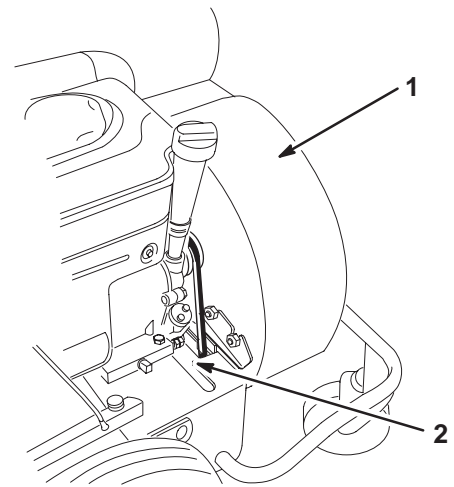

Bild 28
11. Ziehen Sie den Treibriemen über die Riemenscheibe und durch die Öffnung (Bild 28).